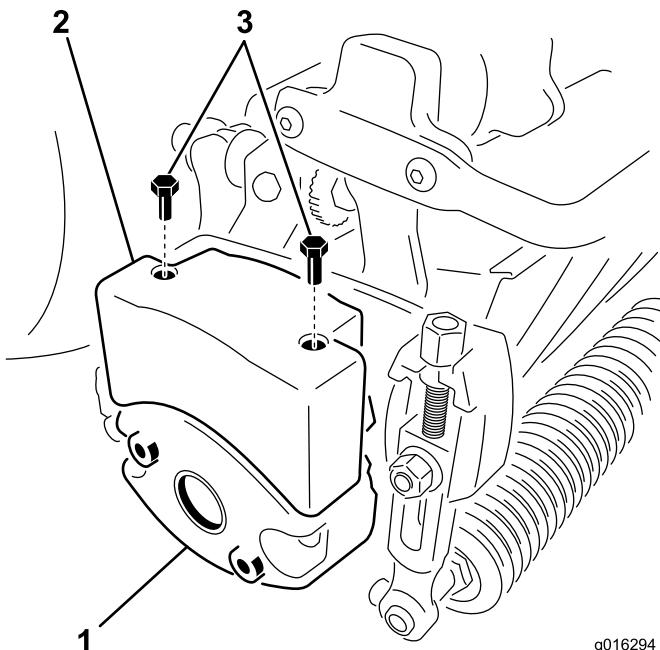

Figura 11
- Remova os 2 parafusos que fixam o peso ao lado da unidade de corte (Figura 11).
- Instale o peso superior na unidade de corte utilizando 2 parafusos de cabeça sextavada (Figura 11).